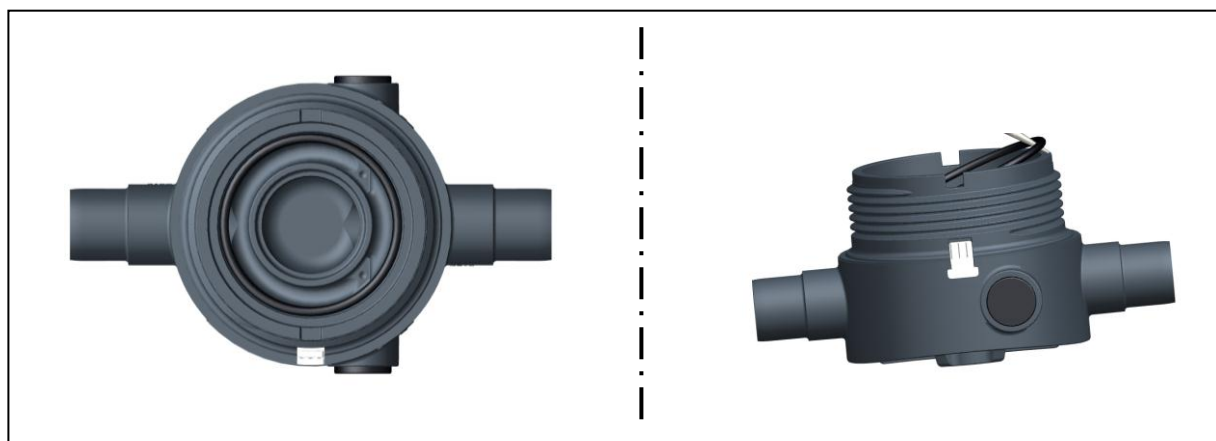

Fig. 10
- Extraire les 2 joints toriques de la partie inférieure, voir Fig. 10